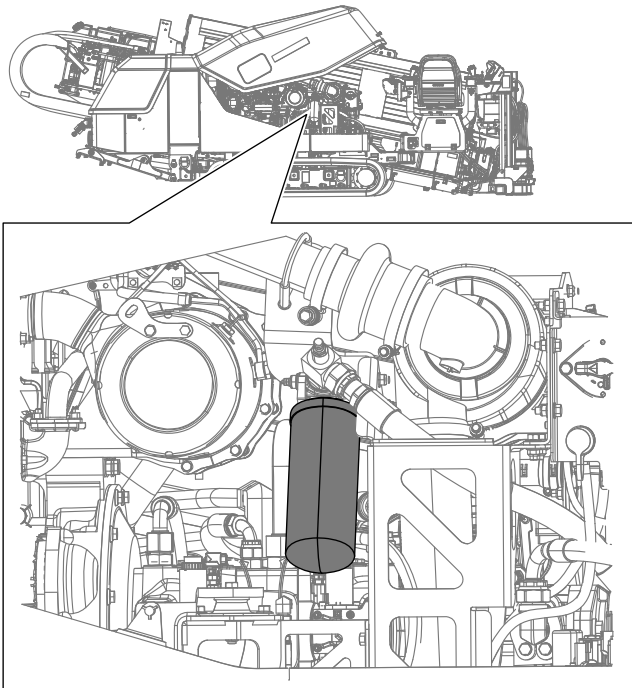

Bild 114
4. Entfernen Sie den Hydraulikladefilter mit einem Filterschlüssel (Bild 114).